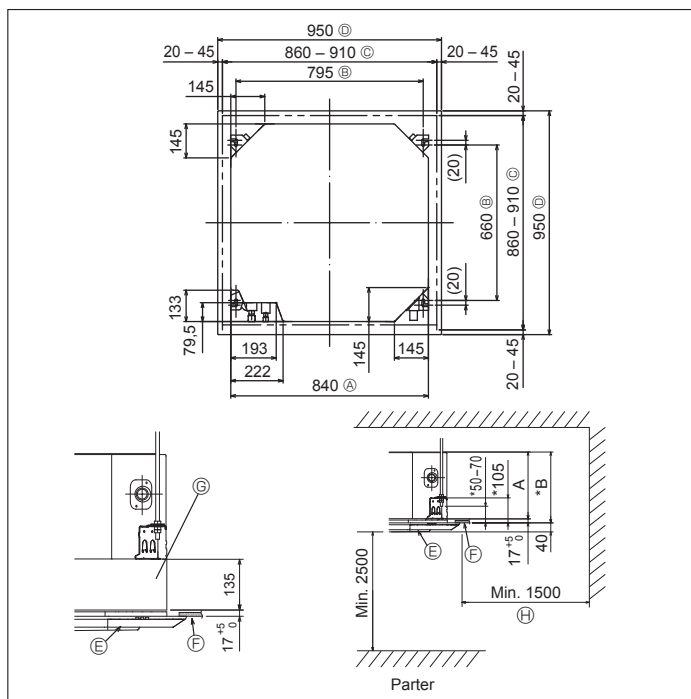

Fig. 3-2
3.2. Położenie otworów w suficie i instalacja śrub podwieszających (Fig. 3-2)
* Wymiary otworu w suficie można regulować w zakresie pokazanym na Fig. 3-2; wyśrodkować urządzenie główne w otworze sufitowym, upewniając się, że odległości między przeciwległymi bokami urządzenia ze wszystkich stron są identyczne.